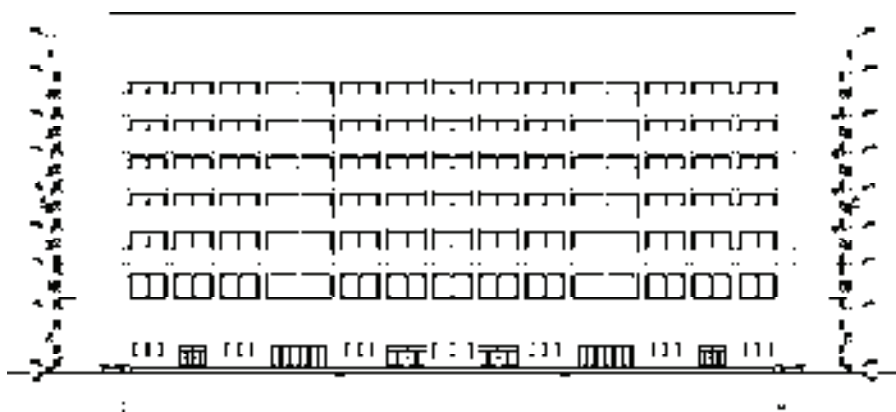

图 15-129 生成立面图
3) 单击“保存”按钮，生成立面图，结果如图 15-129 所示。